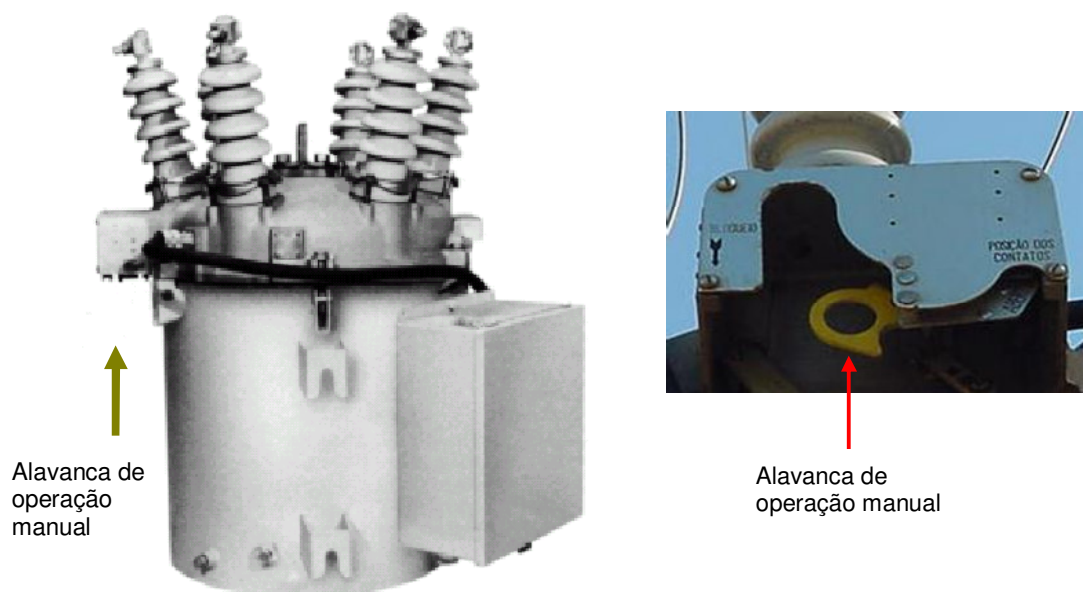

Figura 3 – Religador KFE.
4.3.1.1. Com a vara de manobra baixar a alavanca amarela de operação manual. Vide Figura 3.
4.3.2.1. Com a vara de manobra levantar a alavanca amarela de operação manual. Vide Figura 3.